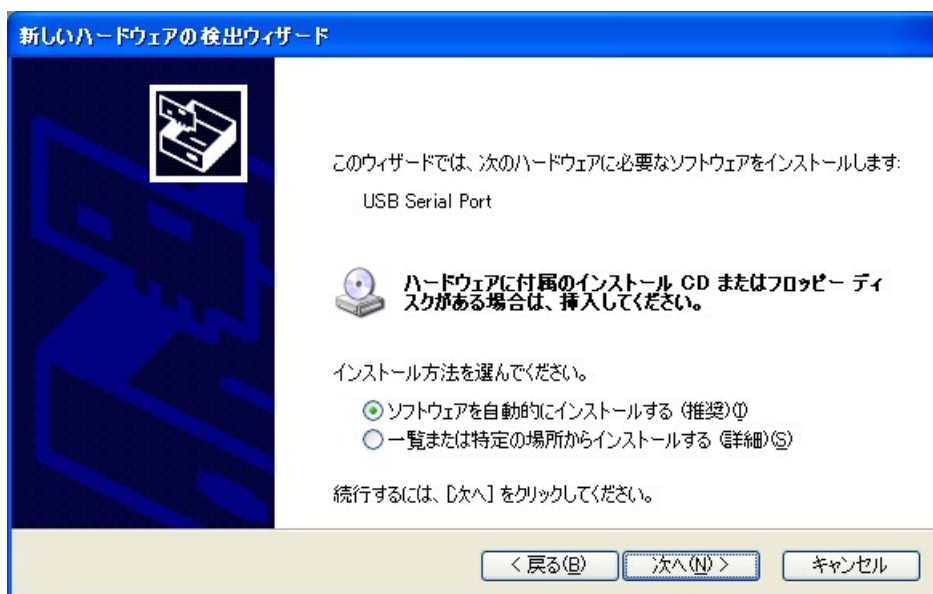

図6
7. 図6のウィンドウが表示されますので、「ソフトウェアを自動的にインストールする」にチェックが入っているのを確認して、[次へ]をクリックします。